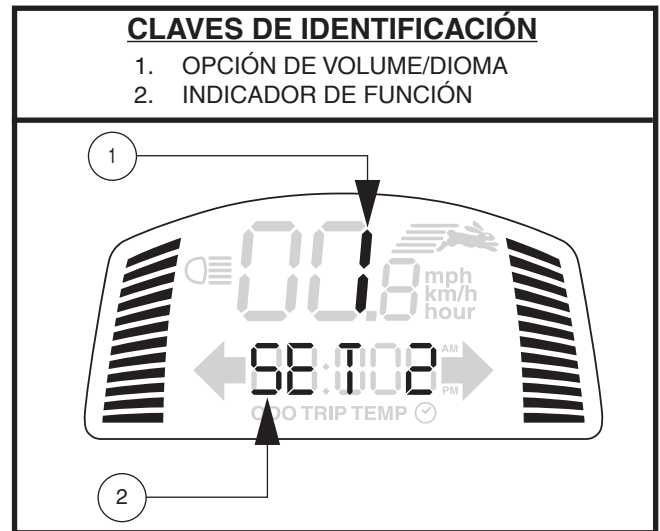

Figura 6. Pantalla del control del volumen
**NOTA:** Las señales de giro están sincronizadas para apagarse luego de 15 segundos. Un pitido de advertencia sonará mientras la señal de giro esté encendida. Ver la figura 6 para el control del volumen.
*NOTA: Las luces intermitentes cuádruples destellarán y sonará un pitido de advertencia mientras las luces de emergencia permanezcan encendidas. Ver la figura 6 para el control del volumen.*